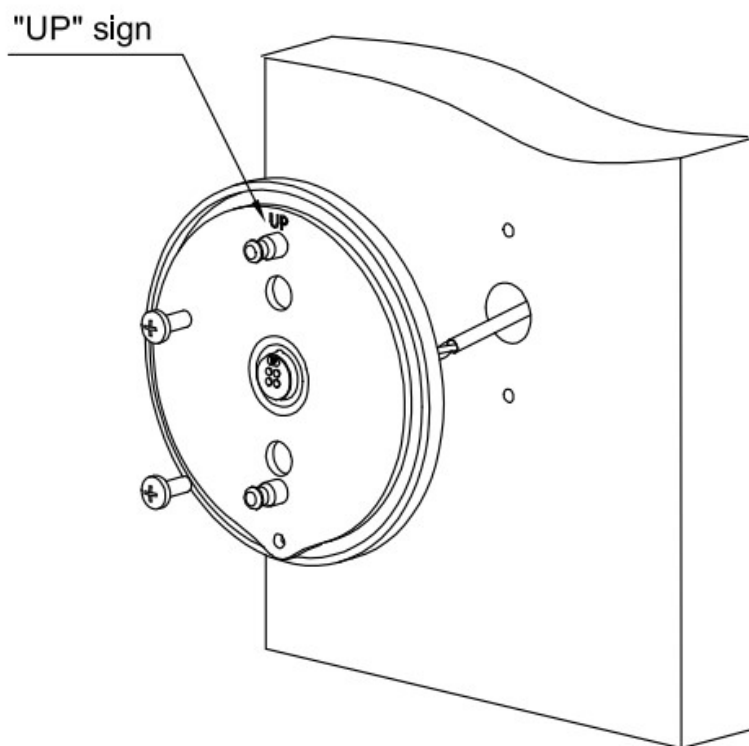

Fig. 6
8. Verwenden Sie die zwei mitgelieferten M4 Schrauben zur Befestigung der Eingabeeinheit-Basis. Achten Sie unbedingt darauf, dass die Kennzeichnung "UP" auf der Metallplatte nach oben zeigt (12-Uhr-Position). (Abb.6) Empfohlenes Anzugsmoment: 1 Nm. Wir empfehlen, die Schrauben mit flüssigem Schraubensicherungsmittel zu fixieren.